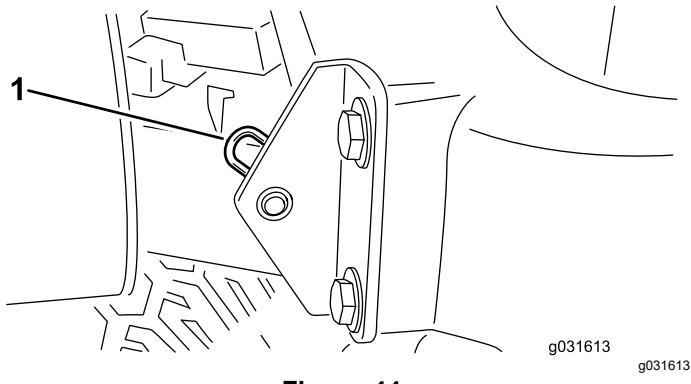

Figure 44
- Retirez la goupille fendue qui fixe le pivot de capot aux supports (Figure 44).